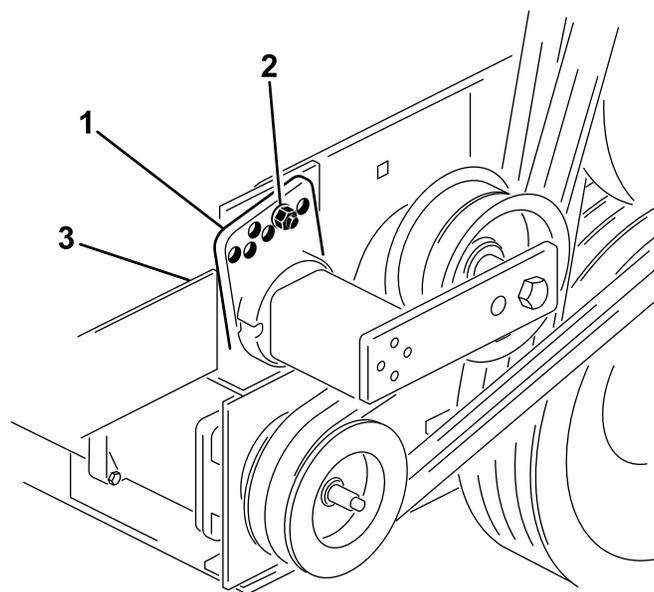

Bild 14
2. Lösen Sie hinten am Rahmen die Schraube, mit der der Riemenspanner am Rahmen befestigt ist (Bild 14).
3. Nehmen Sie die Schraube und die Mutter ab, mit denen die Spannerführung an der Antriebshalterung befestigt ist, um die Spannung vom Riemen zu nehmen (Bild 14).